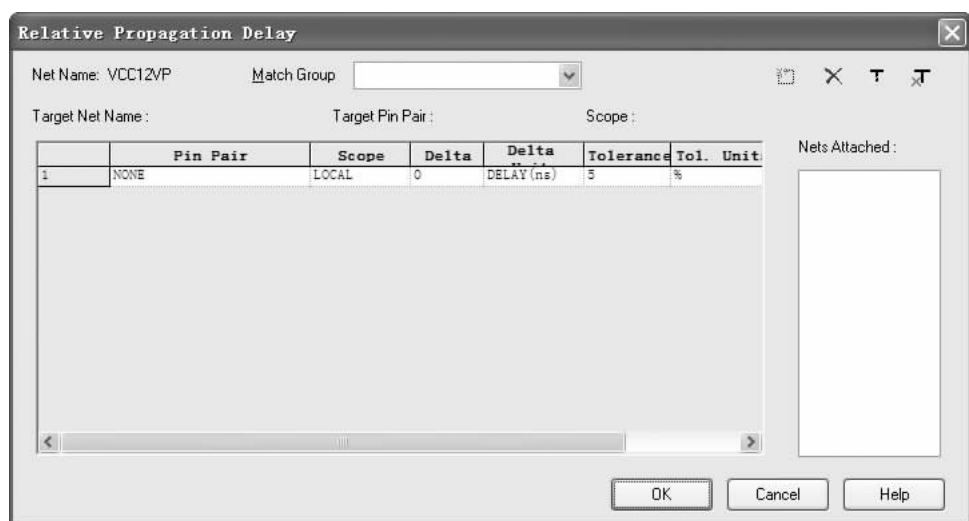

图 5-36 传输延迟对话框（三）
6) 在“RELATIVE_PROPAGATION_DELAY”上单击选择“Invoke UI（调用 UI）”命令，弹出一个传输延迟的对话框，如图 5-36 所示。